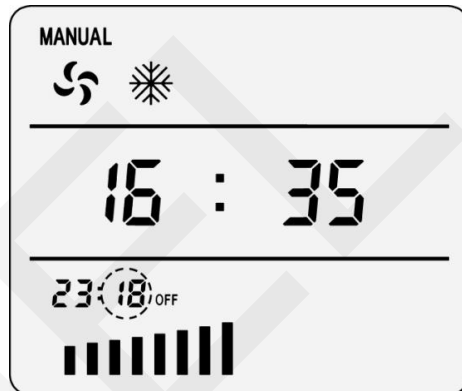

Рисунок 8-8
- 4) Нажмите кнопку , и клавишами  установите время (в минута) время выключения аппарата (рис. 8-8).